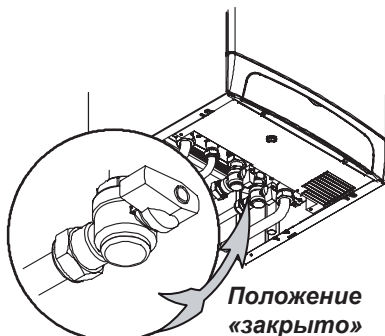

Рисунок 2.21
- перекрыть краны котла (Рисунок 2.21);